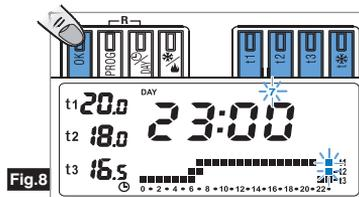
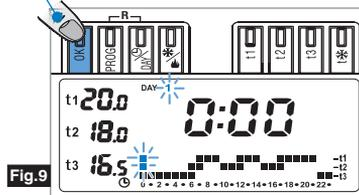

Fig.8
Fig.9
Dopo l'inserimento della scala termica per il giorno di **Domenica (7)**, premere **OK** (esempio in Fig.8) per memorizzarla e tornare a visualizzare il giorno di Lunedì (1), **quindi premere nuovamente il tasto OK per 4 secondi** (Fig.9); con questa operazione **verrà salvato il programma settimanale completo**.